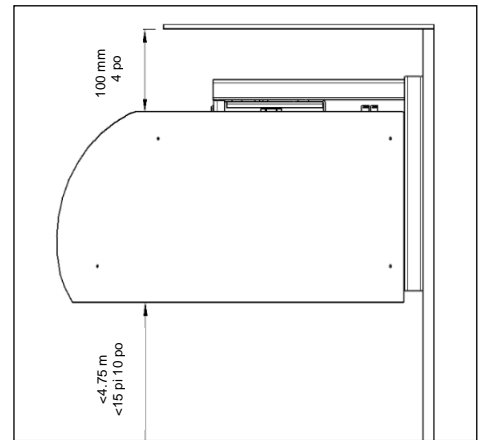

Figure 1
- un dégagement d'au moins 100 mm [4 po] (vide d'air) au-dessus du rideau d'air, voir Fig. 1